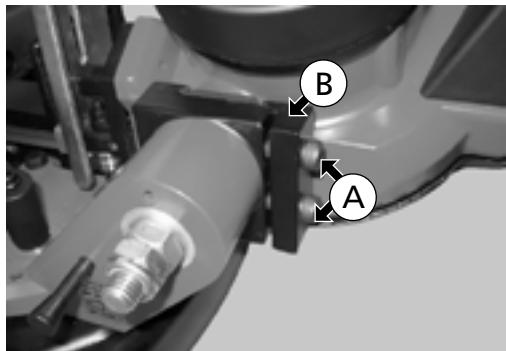
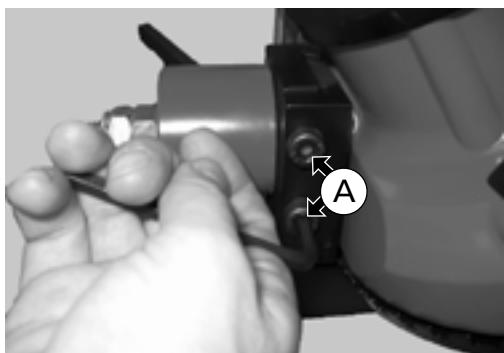

Fig. 34
Fig. 33
Desserrer les deux vis (A) de trois ou quatre tours complets (fig. 33) afin de libérer la butée de la scie à ruban (fig. 34).
Éléments des fig. 33 et 34